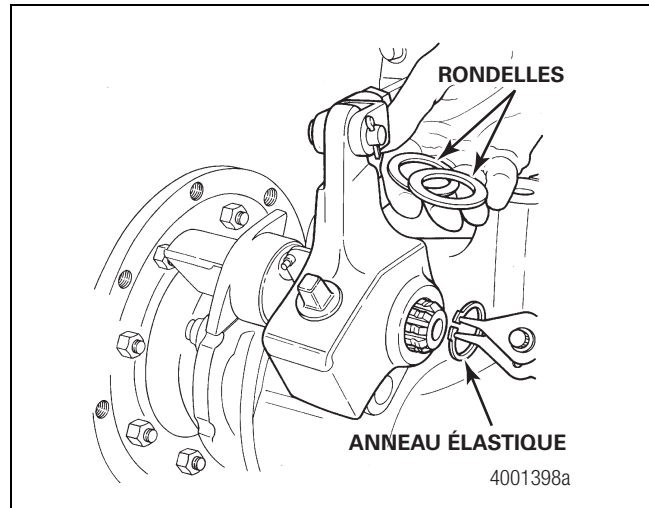

Figure 3.28
4. Retirer l'anneau élastique et les rondelles fixant le levier de réglage à l'axe de came. Déposer le levier de réglage. Figure 3.28.